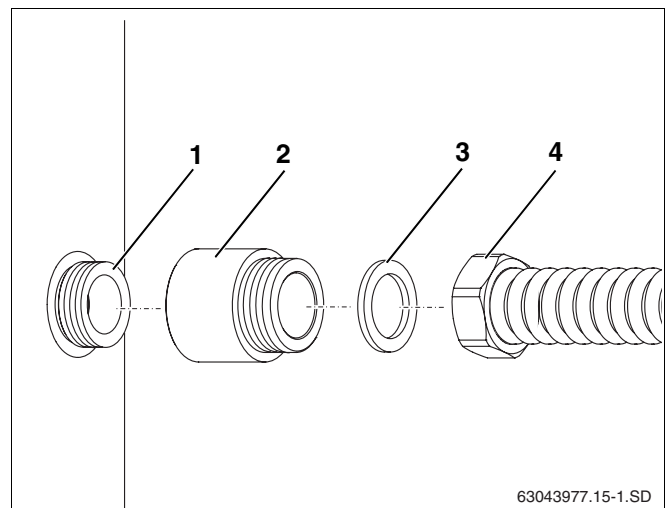

Abb. 13 Twin Tube DN 20 an Speicheranschluss montieren
Der Hahnverlängerung Rp1 × R1 (Abb. 13, **Pos. 2**) wird am Speicheranschluss R1 (Abb. 13, **Pos. 1**) eingesetzt um eine bessere Dichtfläche am Speicheranschluss zu erhalten.
- Hahnverlängerung Rp1 × R1 (Abb. 13, **Pos. 2**) auf den Speicheranschluss R1 (Abb. 13, **Pos. 1**) schrauben.
- Dichtung D24x30 (Abb. 13, **Pos. 3**) in die Überwurfmutter (Abb. 13, **Pos. 4**) einlegen.
- Überwurfmutter (Abb. 13, **Pos. 4**) des Edelstahlwellrohrs auf das R1-Gewinde der Hahnverlängerung (Abb. 13, **Pos. 2**) schrauben.